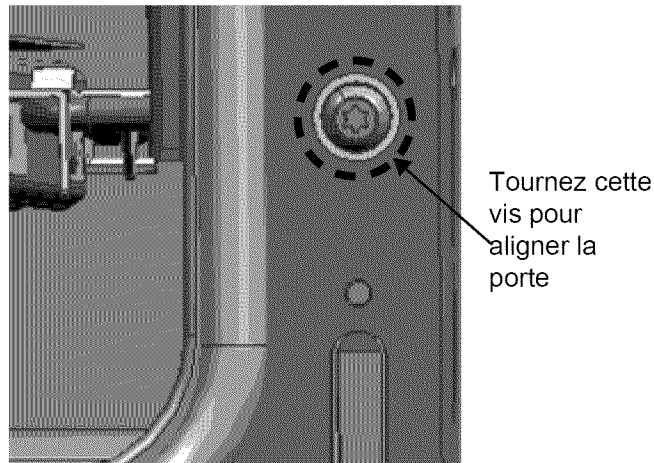

Figure 24 : Vis d'ajustement des charnières
3. Si la porte ou la poignée semble légèrement inclinée d'un côté ou de l'autre, vous pouvez ajuster l'inclinaison en vissant ou dévissant à l'aide d'un grand tournevis Torx T-20 la vis Torx de la charnière, située directement au-dessus de la fente de la charnière. Tournez la vis jusqu'à ce que la porte soit correctement alignée (*Figure 24*).